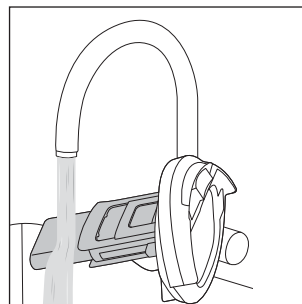

Abb. 25
- ◆ Reinigen Sie den Schmutzfilter ⑩, den Schwimmer ⑧ und den Deckel des Schmutzwasserbehälters ⑨ unter fließendem, warmen Wasser (siehe Abb. 25). Verwenden Sie bei Bedarf ein mildes Reinigungsmittel.